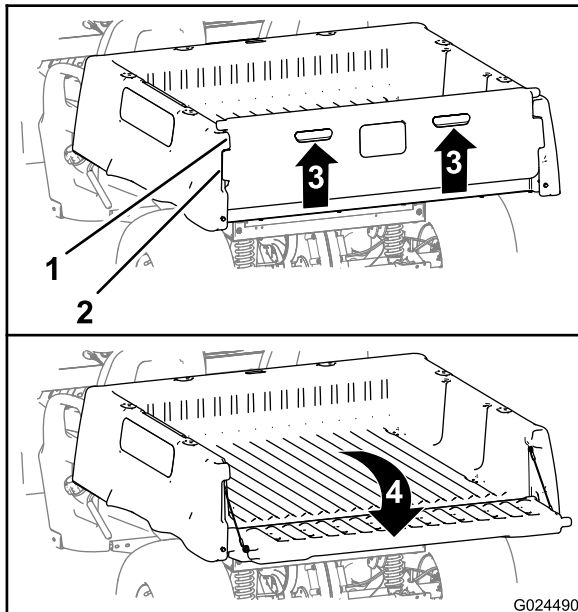

Figura 16
2. Eleve nos locais indicados no painel traseiro da porta traseira (Figura 16).
3. Alinhe as flanges de bloqueio da porta traseira com as aberturas entre as flanges da porta traseira da plataforma de carga (Figura 16).
4. Rode a porta traseira para trã $\frac{1}{2}$ s e para baixo (Figura 16).
6. Rode a porta traseira para cima e para a frente até as flanges de bloqueio estarem justas ao espaço da porta na plataforma de carga (Figura 16).
7. Desça a porta traseira até ficar assente na parte de trã da plataforma de carga (Figura 16).